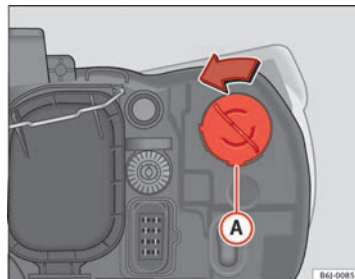

Fig. 163 Indicatore di direzione
- Ruotare il portalampada ⇒ fig. 163 **A** verso sinistra e tirare.